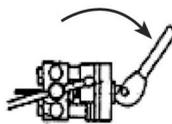

Fig. 5
- E. Puxar a alavanca até fazer tocar a porca do punção e a matriz. Recolocar a alavanca na posição original, se for necessária uma segunda operação, fazer o punção deslizar até o mesmo coincidir com a matriz e repetir a operação. Soltar tudo, remover o punção e, se a matriz ficar presa, bater um pouco de leve até soltar. (Fig. 5)